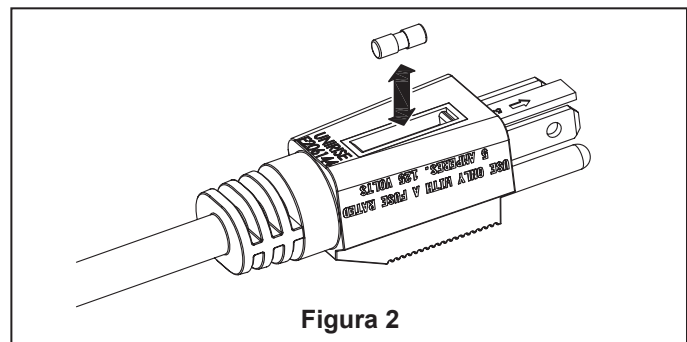

Figura 2
- ☐ 2. Seleccione la velocidad de aire deseada, ubicada en la base del ventilador rotando el interruptor en el sentido de las agujas del reloj. (Figura 2)
3. Extraiga el fusible con cuidado. (Figura 2).